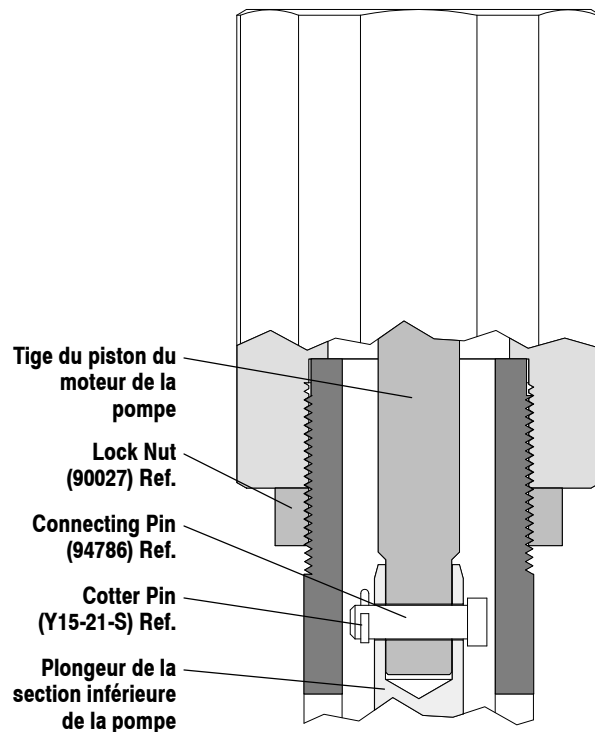

FIGURE 2
1. Desserrer le contre-écrou (90027) et dévisser la pompe du moteur pneumatique pour donner accès à la tige de raccord (94786) (voir la figure 2).